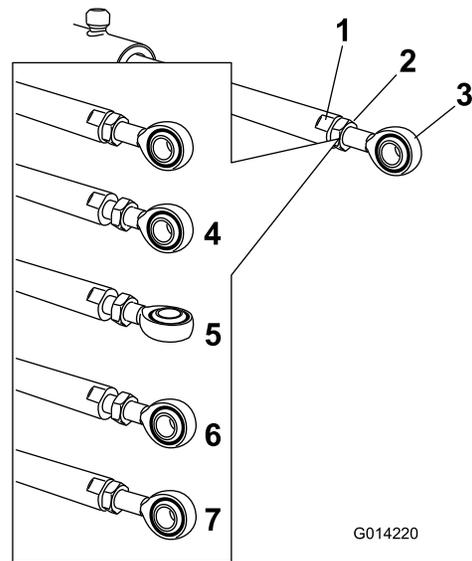

Figura 64
5. Coloque una llave plana sobre las zonas planas del émbolo del actuador para inmovilizarlo, luego afloje la contratuerca para poder manipular la varilla de ojal (Figura 64).
6. Gire la varilla de ojal en el émbolo del actuador para acortar o alargar el actuador extendido a la posición deseada (Figura 64).